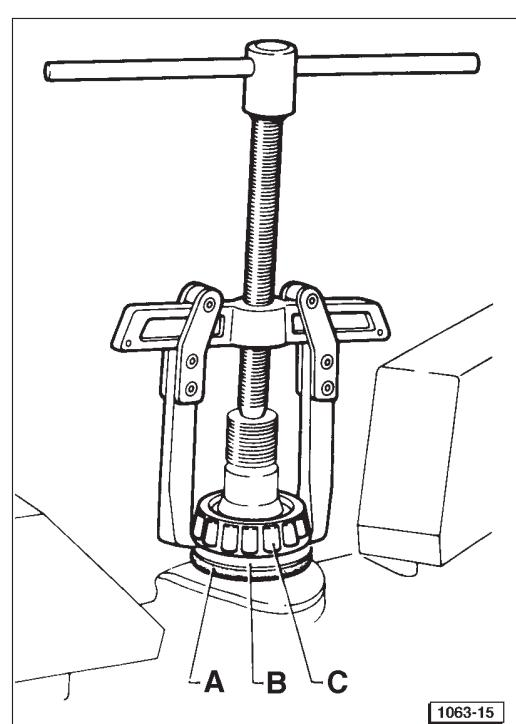

Fig. 15 - Démontage du roulement du levier central.
- Toujours a l'aide d'un extracteur universel (Fig. 15) déposer le roulement **C** et par la suite le disque **B** et l'anneau torique correspondant **A**.